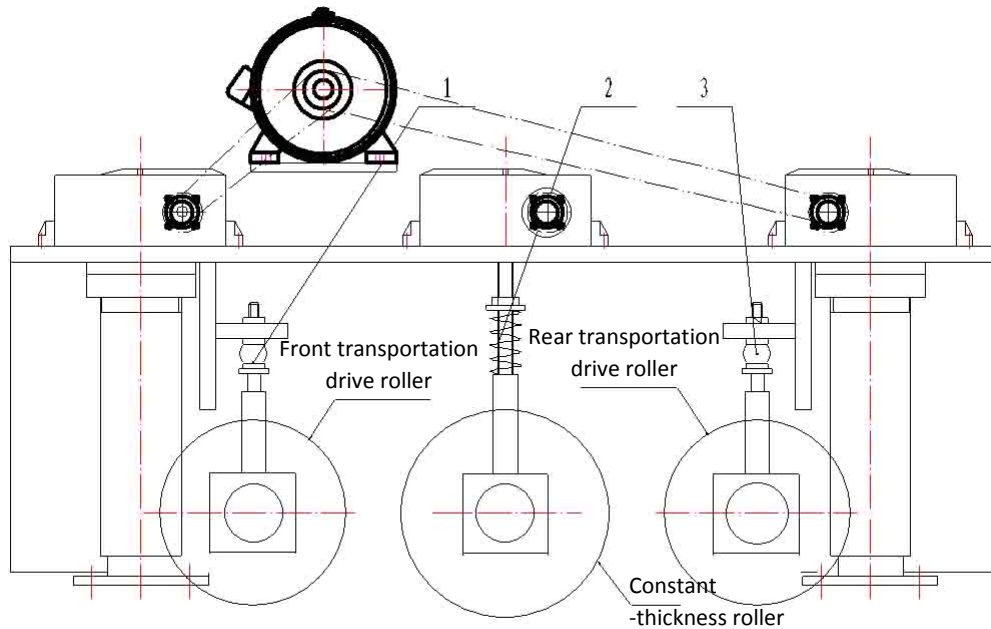

Fig. 2
- b. Ajustar el tornillo de elevación de cada rodillo (1 a 3 en fig. 2) de manera que el plano generatriz inferior de los rodillos de transporte conductores y del rodillo de espesor constante coincidan.